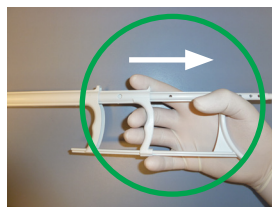

Figur 4 – Slack i stentsystemet
- d) Se till att inte finns något slack (se utmärkt del i Figur 4) i stentsystemet utanför patienten.